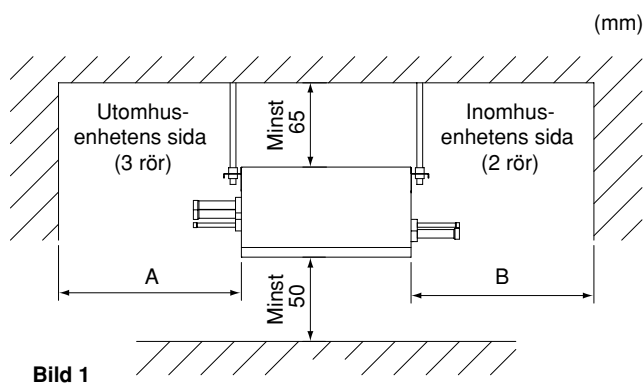

Bild 1
- Där tillräckligt utrymme för underhåll och service kan tillgodoses. (Se bild 1)